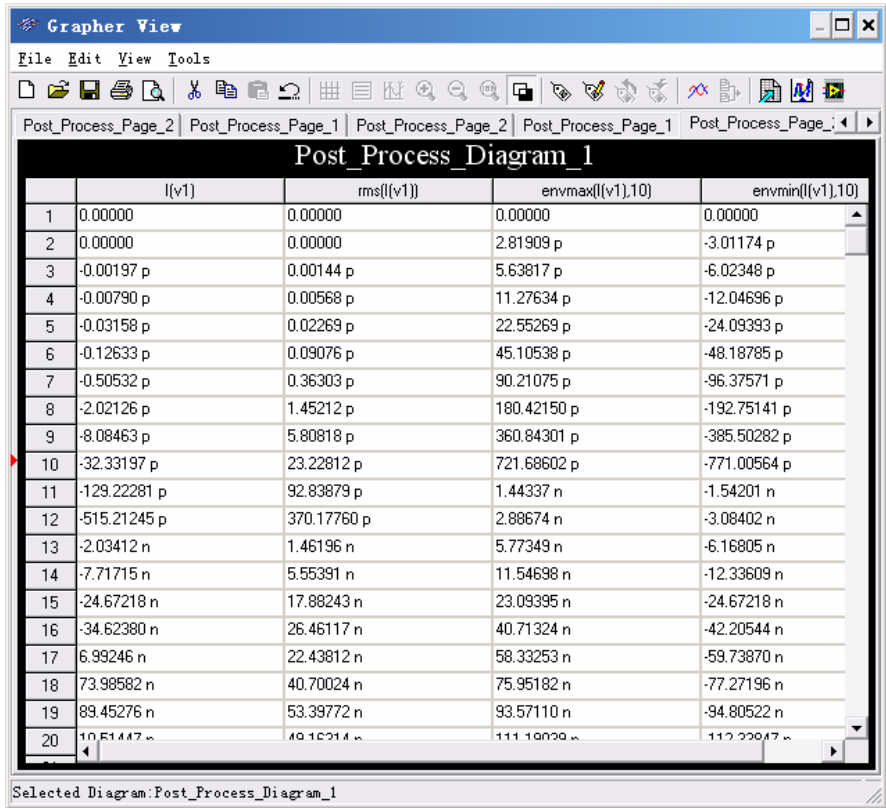

图 8-18 AM 调制信号的上下包络线及 RMS 数值表
3) 如图 8-18 所示是在 Grapher 中显示 Chart 类型的 AM 调制信号最高和最低包络线，